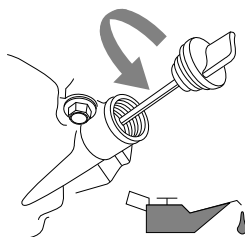

Figure2-11. Retrait de la jauge
3. Retirez le bouchon de remplissage d'huile et essuyez la jauge. Voir la Figure 2-11.